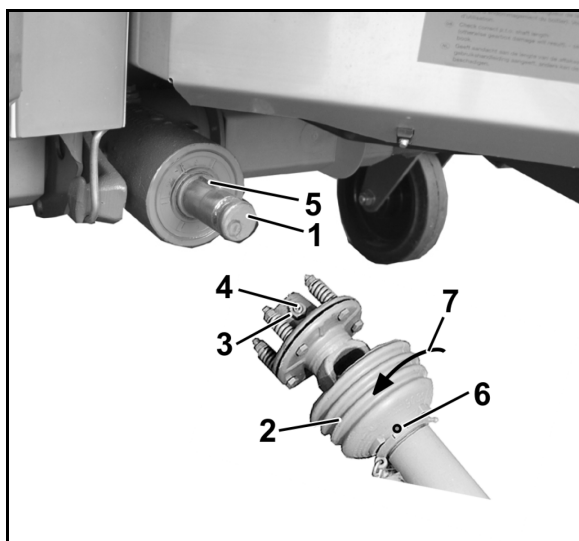

图 36
1. 用一个拔取器从齿轮箱输入轴上拔下法兰轴套（图 36/1）。